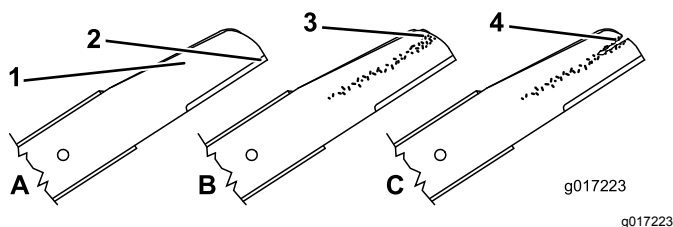

Figure 38
1. Examinez le tranchant des lames (Figure 38). Si elles sont émoussées ou présentent des indentations, déposez les lames et affûtez-les ou remplacez-les.
2. Inspectez les lames, et plus particulièrement l'ailette (Figure 38). Remplacez immédiatement toute lame endommagée, usée ou qui présente une entaille.